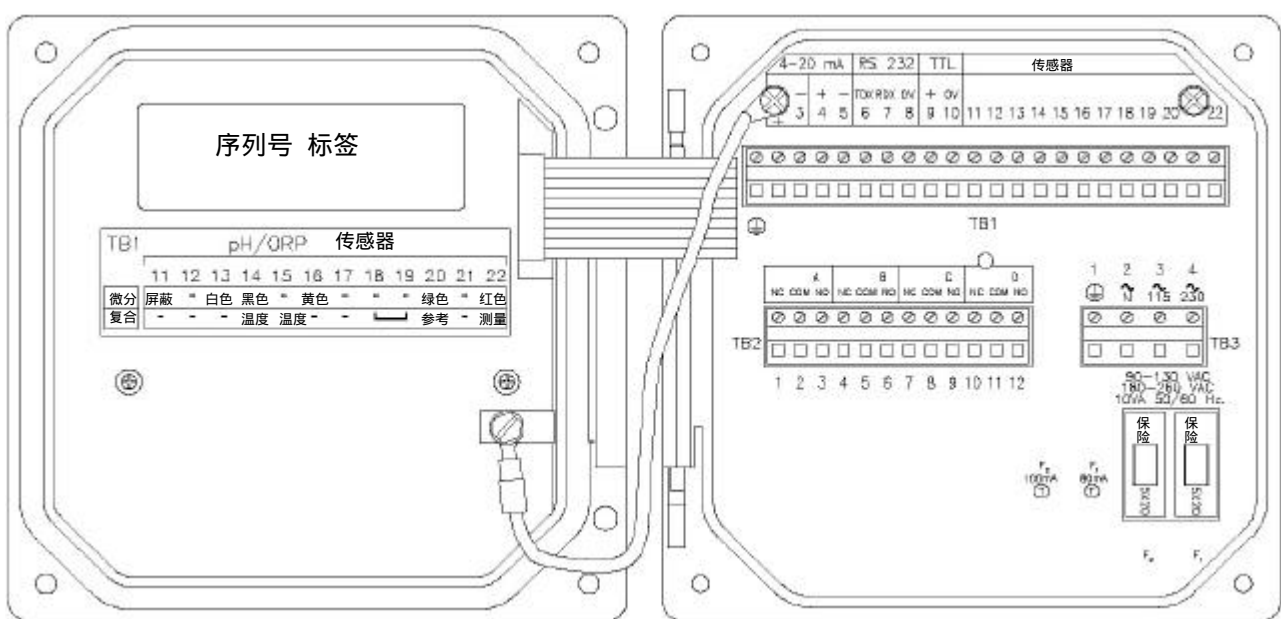

图 2-4 用于序列号带“A”或无字母前缀的分析仪接线端子名称
- 带“A”或无字母前缀序列号分析仪的 TB1 上（图 2-4）接线端子 1 的“ground symbol”（地线符号）